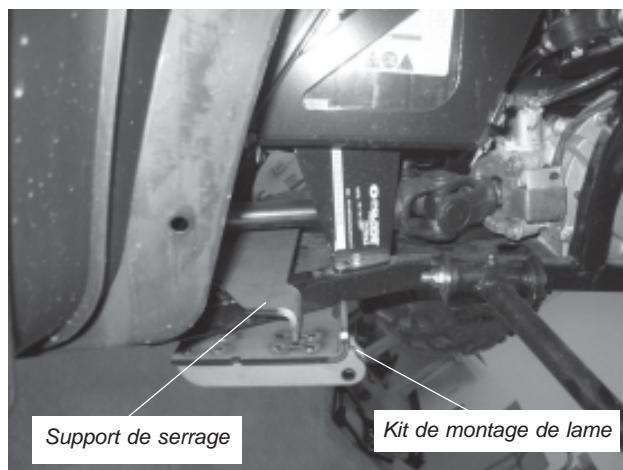

Figure 5
- Placez le support de serrage (A2) sur le cadre, derrière les languettes du support de montage de la lame (A1) (voir Figure 5).